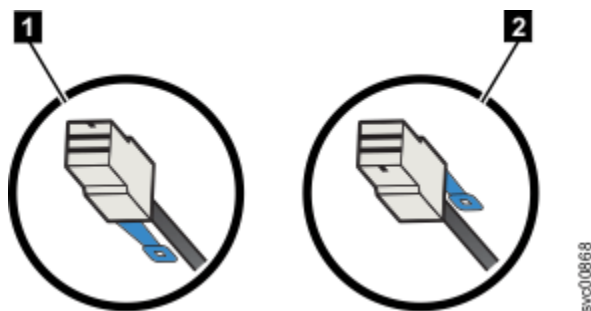

Figura 42. Orientação do conector a cabo SAS
- Na hora de conectar um gabinete de expansão, a guia de puxar azul precisa estar abaixo do cabo (1 no Figura 42 na página 37).
- Ao conectar um 2145-SV1 , a guia de puxar azul deverá estar acima do conector (2 em Figura 42 na página 37).